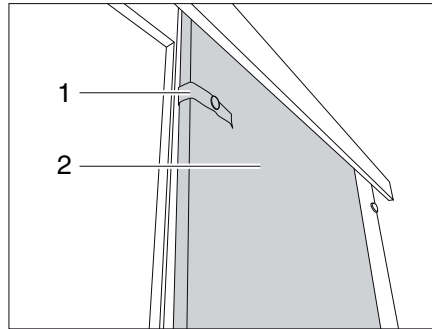

Fig. 222 Porte coulissante
- Détacher la bande de sécurité (Fig. 222,1).
- Tirer la porte coulissante (Fig. 222,2) en position de fermeture.
- Amener la porte coulissante (Fig. 222,2) dans la position d'ouverture.
- Fixer la porte coulissante avec la bande de sécurité (Fig. 222,1).